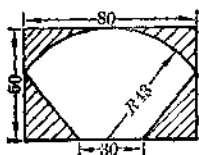
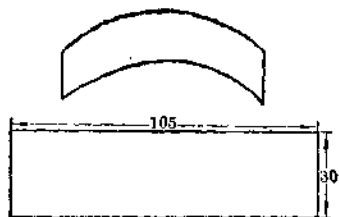

图 12
图 13
7. 后轮扇形挡板及轮罩板: 用 50×80 [毫米]² 木板两块制后轮扇形挡板(如图 12)。用 30×105 [毫米]² 薄木片两块制后轮扇形罩板, 先把木片弯成半径为 43 毫米弧形(如图 13), 制成后备装配时用。